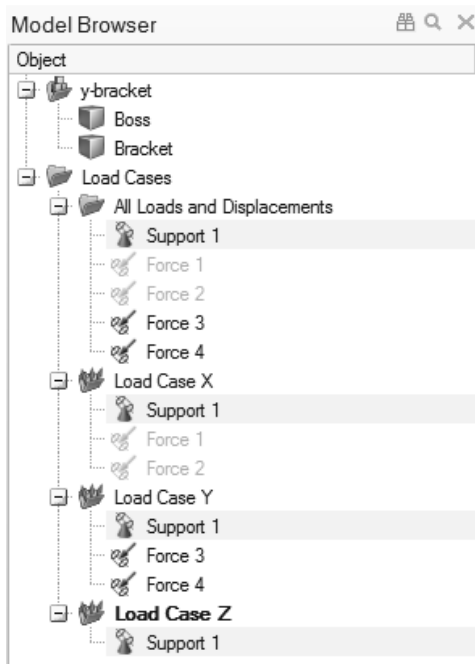

图 5-23
3) 在模型浏览器中的 All Loads and Displacements 文件夹中, 单击 Support 1 并将其拖到 Load Case Z 中, 如图 5-23 所示。